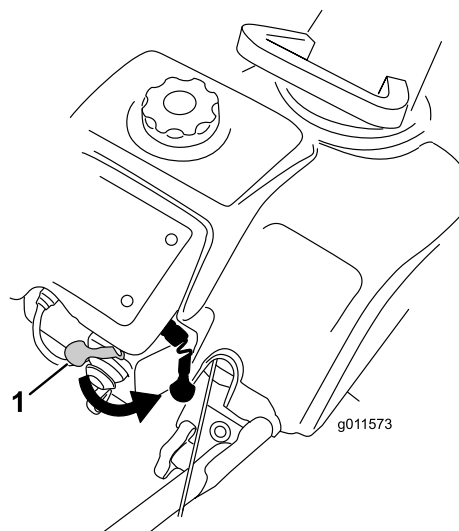
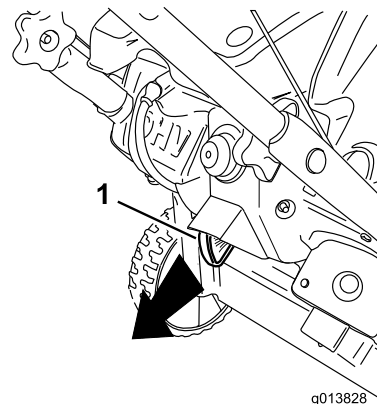

Figure 13
Figure 19
2. Déplacez la commande de starter complètement vers la droite (Figure 13).
Pour arrêter le moteur, tirez la clé de contact à la position ARRÊT (Figure 19) ou déplacez la commande de starter complètement vers la droite (Figure 13).